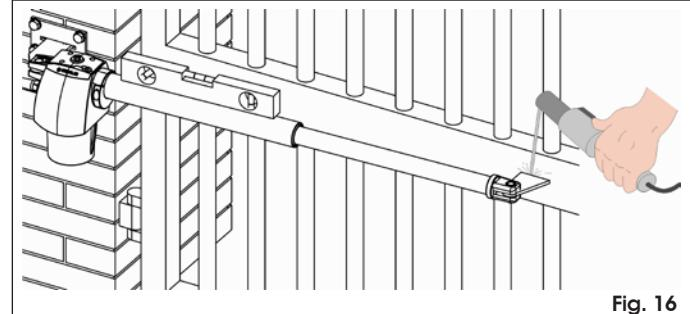

Fig. 16
- Zet de buis van de aandrijving tegen de vleugel tot de voorste beugel tegen de vleugel leunt (Fig. 16).
- Controleer met een waterpas of de aandrijving horizontaal is, en zet de voorste beugel provisorisch met twee laspunten vast (Fig. 16.).